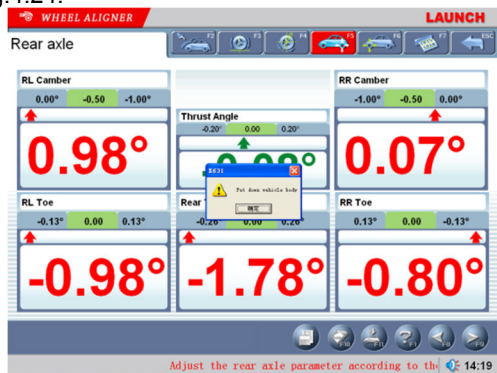

Fig.4.24
de pulsar el botón , y baje el vehículo según indica la pantalla. Si el vehículo no se baja no le permitirá pasar a la siguiente pantalla, (excepto [la medida de eje Delantera]) como mostrado en Fig.4.24.
1. Haga clic en [Curva de cambio del Toe-in] en la pantalla [Medida del eje frontal] para entrar en la interfaz curva de cambio de convergencia como se muestra en la Fig.4.24.